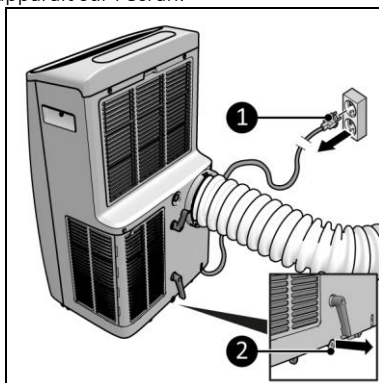

Figure 16
1. Assurez-vous que l'appareil est éteint et que la fiche est retirée de la prise de courant (Figure 16, pos. 2).
2. Retirez le bouchon du point d'évacuation d'eau (Figure 16, pos. 2) et déversez le contenu du réservoir dans un récipient ou une évacuation.
1. Assurez-vous que l'appareil est éteint et que la fiche est retirée de la prise de courant (Figure 16, pos. 1).